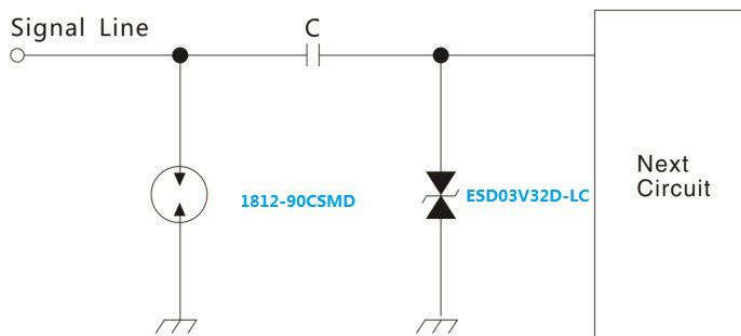

图 3 同轴口防护方案
3.1 同轴口的走线比较长，由于布线等原因，经常暴露在室外，容易受到感应雷和电磁场的干扰，我司建议在同轴端口做如下防护，见图 3。器件参数请参阅表格 1，表格 2。